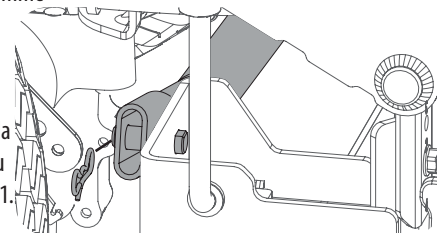

Figure 51
- a. Retirez la goupille fendue sur le côté droit de la barre qui la retient au support du châssis. Voir Figure 51.